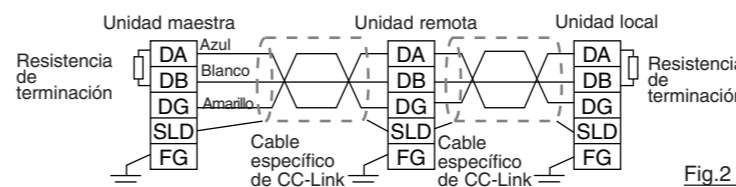

Fig.2
- (2) Asegúrese de conectar una "resistencia de terminación" entre "DA" y "DB" de la unidad a ambos extremos del sistema CC-Link. (Véase la Fig.2) Para el cable específico de CC-Link, utilice un cable de iguales especificaciones. No se garantiza una transmisión de datos normal si se utiliza otro tipo de cable.